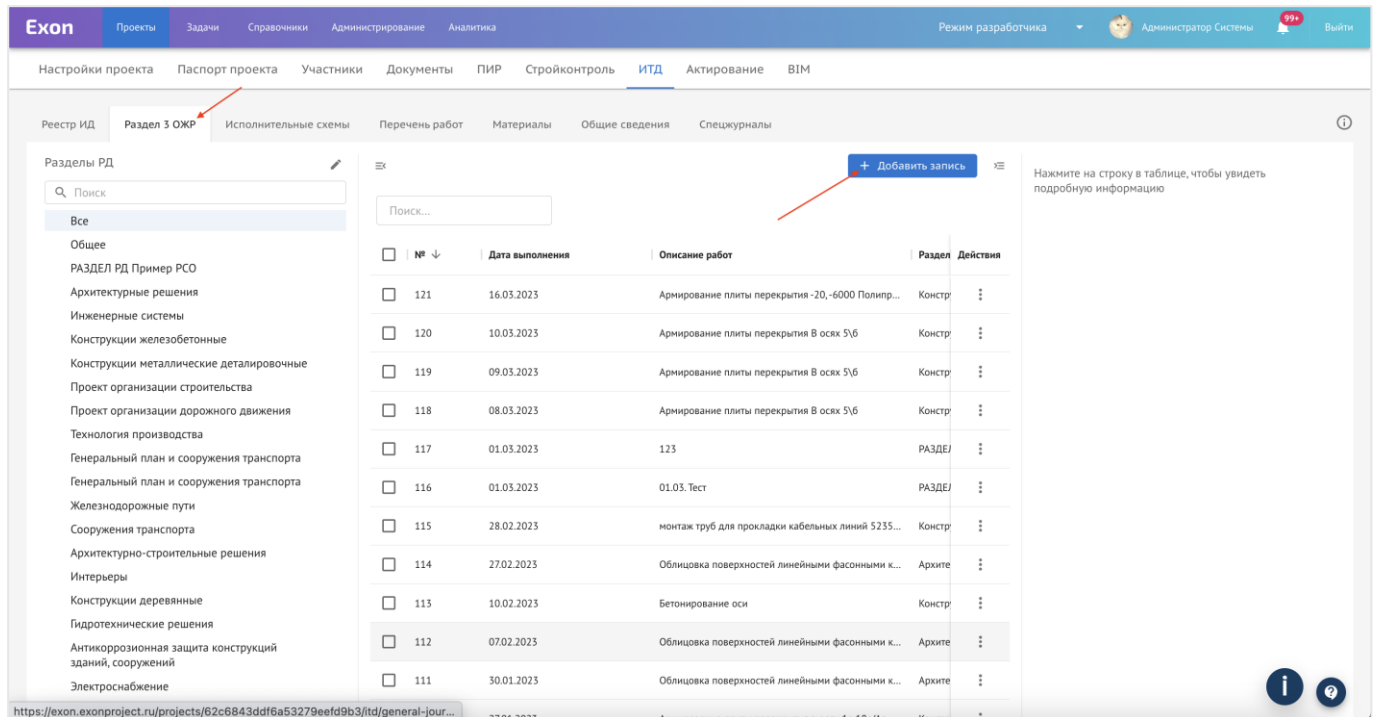

Рис. 49 – Вкладка Раздел 3 ОЖР
1. Во вкладке Раздел 3 ОЖР нажать на «+Добавить запись» (рис. 49)